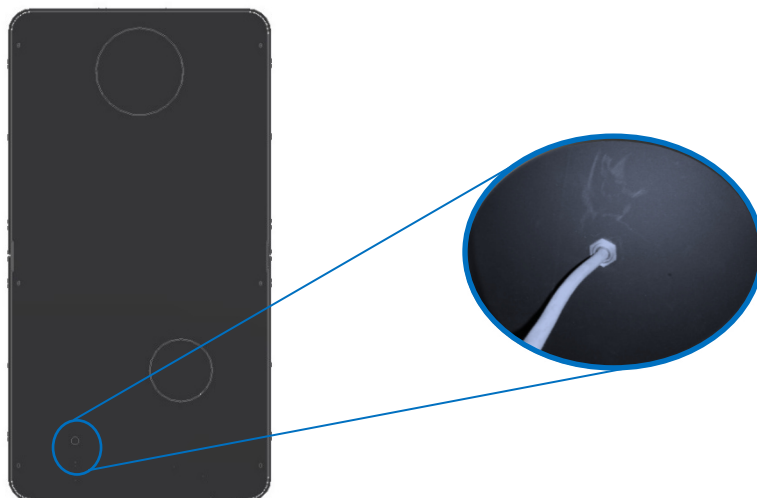

Figura 36 - Passagem do cabo do kit de ventilação
* Deve de seguida passar a cablagem pela furação existente nas costas do equipamento e apertar o passa-cabos, Figura 36;